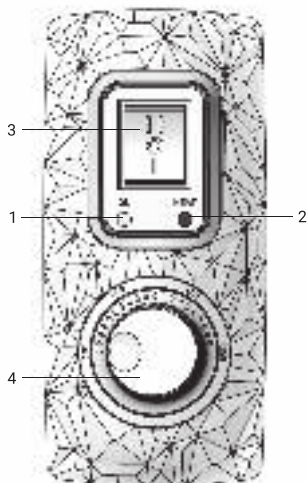

Рис. 6
- При подключении к электрической сети питания на лицевой стороне УЗО загорится индикатор Power (1).
- Для тестирования УЗО нажмите кнопку TEST (2). Индикатор Power (1) будет отключен.
- Для перезапуска УЗО нажмите кнопку (3).
**Рис. 6а**
**Рис. 6б**